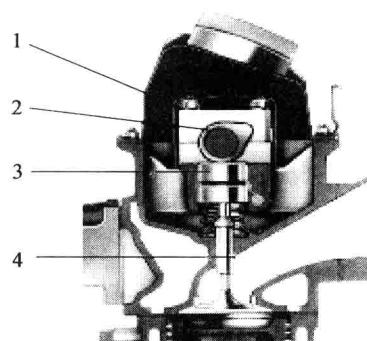

图 1-6 凸轮轴与气门组件
- (5) 旋松凸轮轴 2 的轴承座盖 1 (图 1-6) 的固定螺钉，拆卸凸轮轴轴承座盖，取下凸轮轴和气门挺柱 3。